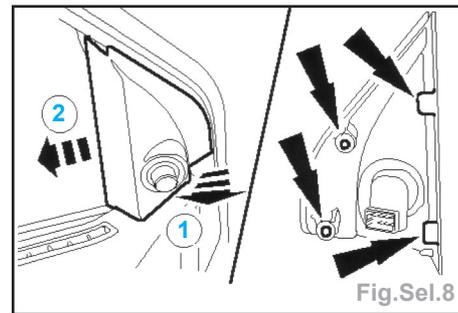

Fig.Sel.8
• détacher le panneau de garnissage de rétroviseur extérieur à l'avant (1) et tirer le panneau vers l'arrière de la porte (2) (Fig.Sel.8),